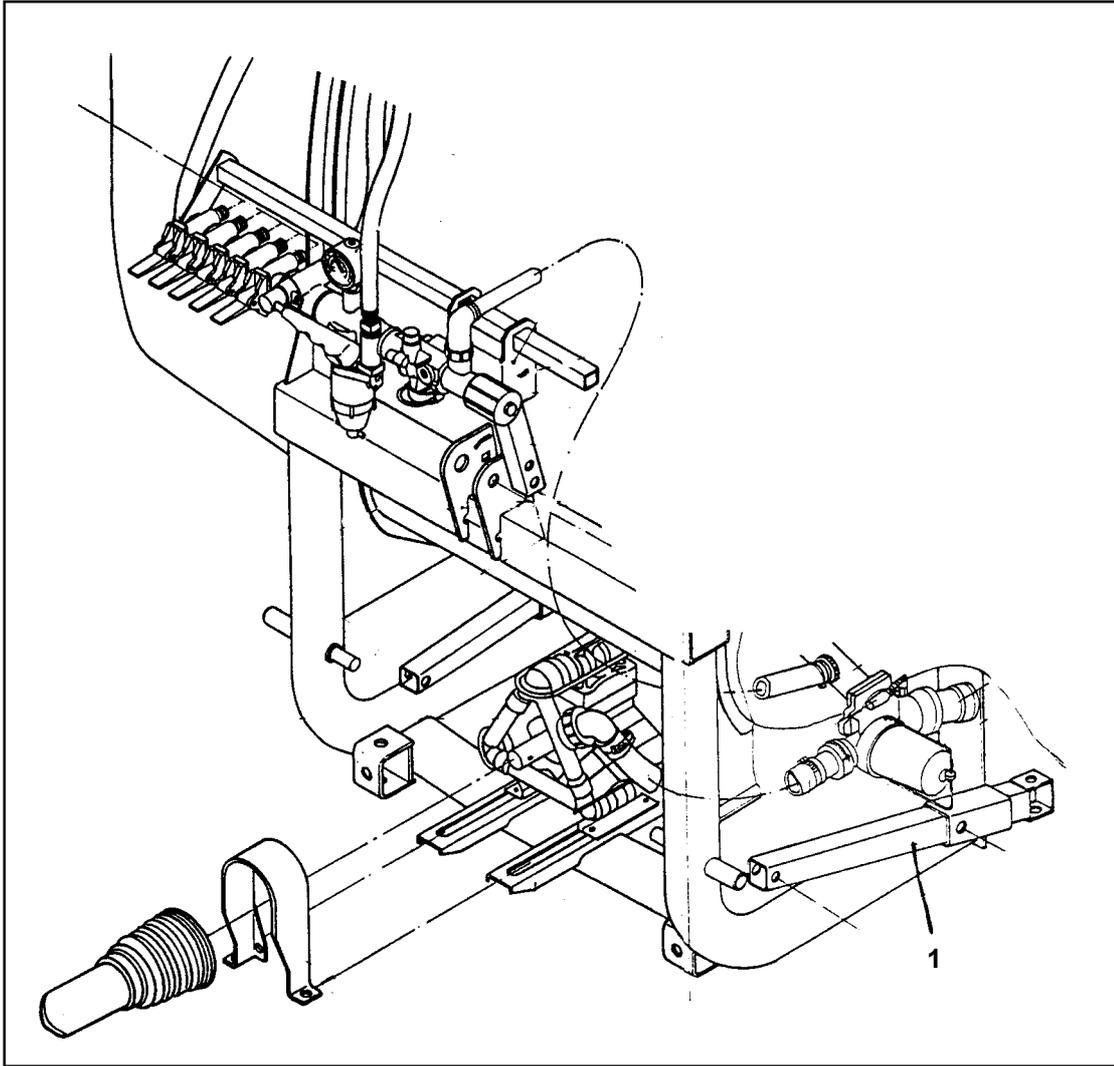

Fig. 5.1
- Einschieben und arretieren der beiden Abstellstützen (Fig. 5.1/ 1).
- Herausziehen und arretieren der beiden Abstellstützen (Fig. 5.1/ 1).